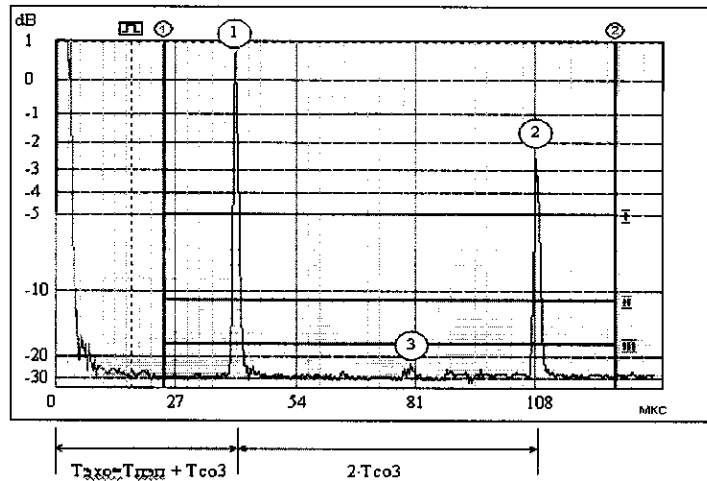

Рисунок 12 – Вид сигналов при измерениях на образце №3.
- 4) продольными и поворотными движениями ПЭП найти его положение на образце, соответствующее максимальному значению сигнала 1 (см. рис. 12);